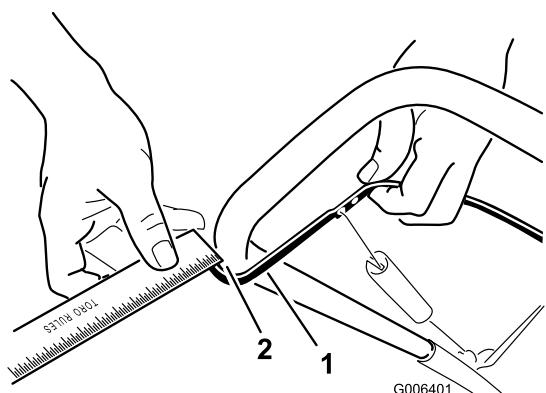

图25
朝着手柄方向，向后移动控制杆，以消除控制电缆的松弛（图25）。
注意：确保控制杆与手柄之间的间距为 2~3mm（图25）。
2. 需要时，将 Z 型接头在调节器拉杆上向上或向下移动一个孔，使控制杆与手柄之间的间距达到 2~3mm（图25）。